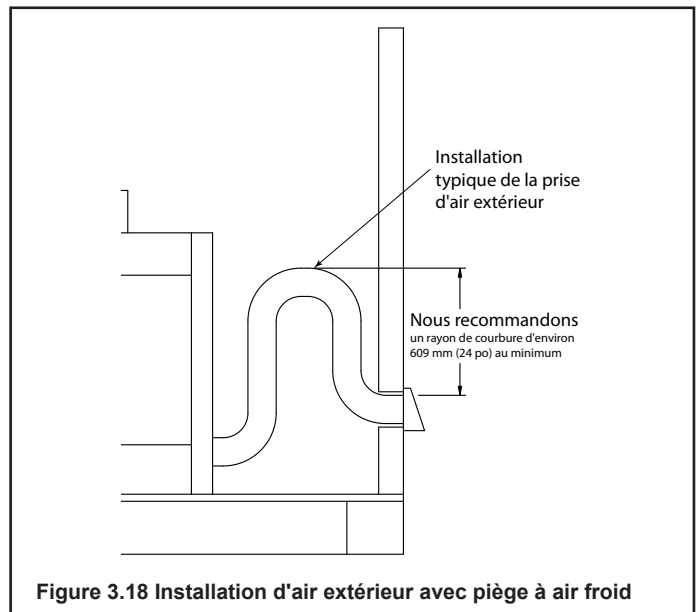

Figure 3.18 Installation d'air extérieur avec piège à air froid
L'ensemble de prise d'air extérieur peut être utilisé pour la combustion. Hearth & Home Technologies vous recommande d'utiliser la longueur de conduit la plus courte et d'installer un piège en P (voir la figure 3.18) pour optimiser les performances de l'ensemble d'air extérieur d'une longueur maximale de 12,2 m (40 pi.). Placez le raccord de l'ensemble d'air extérieur de façon à ce que la neige, les feuilles, etc. ne puissent pas boucher l'entrée d'air. Dans certaines installations, le conduit d'air peut devoir courir à la verticale. Dans une telle installation, une différence de hauteur entre la section supérieure de la cheminée et le raccord de l'ensemble d'air de combustion extérieur doit être de 914 mm (3 pi.).
- Utiliser 152 mm (152 mm) de conduit rigide ou flexible UL181 Classe 1 ou Classe 0 (non fourni) pour raccorder directement l'air extérieur à la prise d'air du foyer. Isolez le conduit pour empêcher la condensation du gel. Voir la figure 3.18.